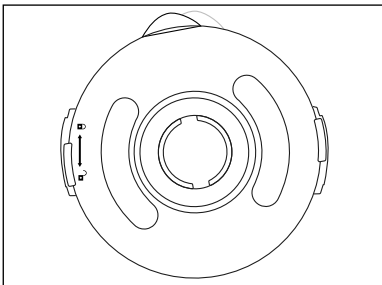

Fig. 1
- 1) Gire el vaso ③ en sentido antihorario hasta que el asa del vaso quede sobre la posición . Retire el vaso ③ del bloque motor ⑥ en posición recta hacia arriba.
- 2) Retire la tapa ②; para ello, gírela en sentido antihorario hacia la posición  (consulte la fig. 1) hasta que pueda extraerse hacia arriba.